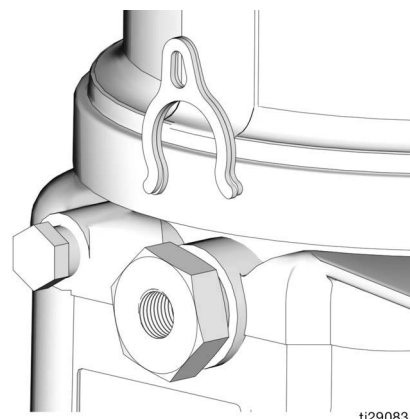

FIG. 12
6. Utiliser une clé pour desserrer l'élément de pompe en le tournant dans le sens antihoraire. Ne pas déposer entièrement l'élément de pompe. Faire suffisamment sortir l'élément de pompe pour faire glisser l'entretoise en avant ou en arrière. (FIG. 12).
La commande du volume de la pompe se règle en n'utilisant aucune entretoise, ou avec (1) ou (2) entretoises (FIG. 12).